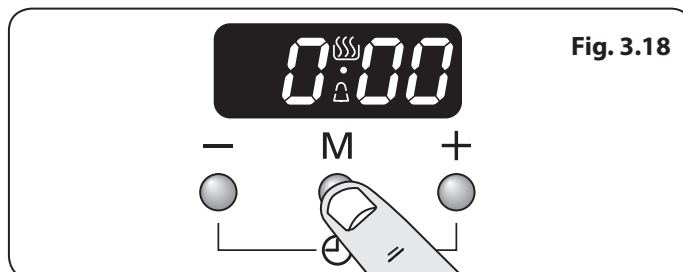
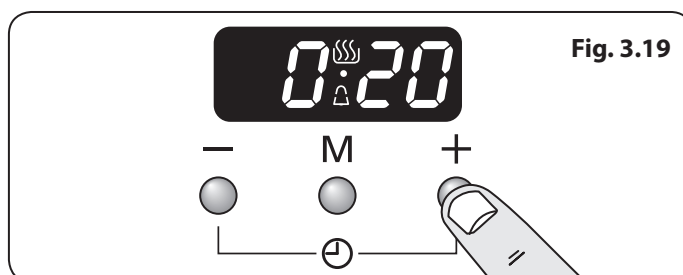

Fig. 3.18
Fig. 3.19
1. Appuyer sur le bouton mode [M] une fois (Fig. 3.18). Le symbole de la cloche [🔔] clignotera sur l'écran. Sélectionner le compte à rebours souhaité entre 00.01 h et 23.59 h à l'aide du bouton [+] (Fig. 3.19). Le compte à rebours débutera automatiquement et le symbole [🔔] s'affichera à l'écran.